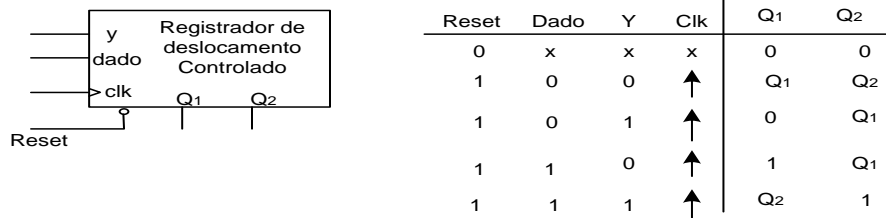

Figura 3 – Registrador de deslocamento controlado.
**3Q:** Usando somente FF's JK e portas, **projete** um **registrador** de deslocamento controlado de dois bits, onde a sua **tabela de operações** está descrita na figura 3.